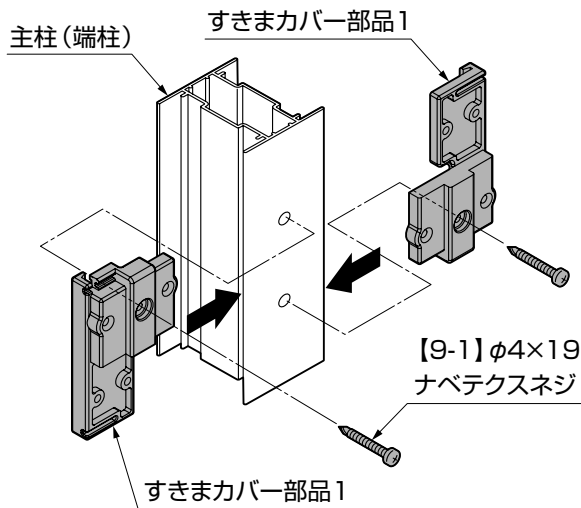
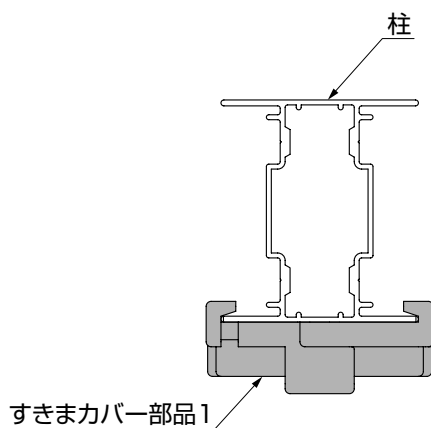

図6-7
図6-8
②すきまカバー部品1を組合せながら、主柱 (端柱) を【9-1】で取付けてください。(図6-7、図6-8参照)